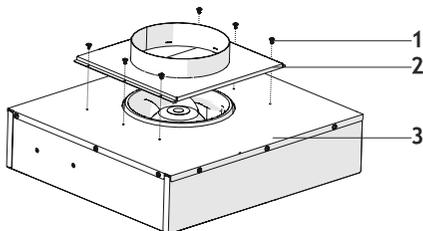

Fig. 21
- 6. ➔ ■ Per montare la scatola del motore sotto l'armadio è necessario rimuovere l'armadio è necessario rimuovere la piastra di aspirazione dell'aria. Rimuovere la piastra di aspirazione dell'aria rimuovendo 6 viti di connessione (Fig. 21).